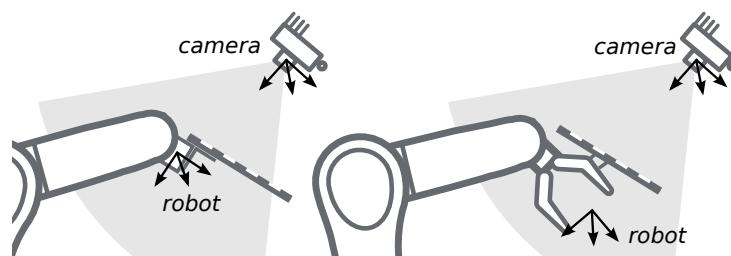

Abb. 6.18: Alternative Montageoptionen für die Befestigung des Kalibriermusters am Roboter
6.17 und Abb. 6.18 angegeben, angebracht werden.
**Bemerkung:** Für das Modul zur Hand-Auge-Kalibrierung spielt es keine Rolle, wie das Kalibermuster in Bezug auf das benutzerdefinierte Roboter-Koordinatensystem genau angebracht und positioniert wird. Das bedeutet, dass die relative Positionierung des Kalibermusters zu diesem Koordinatensystem weder bekannt sein muss, noch für die Kalibrierroutine relevant ist (siehe in Abb. 6.18).